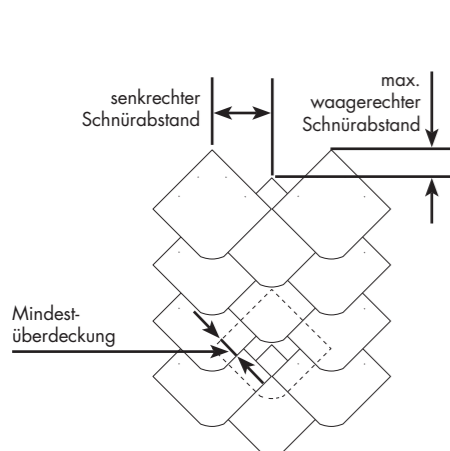
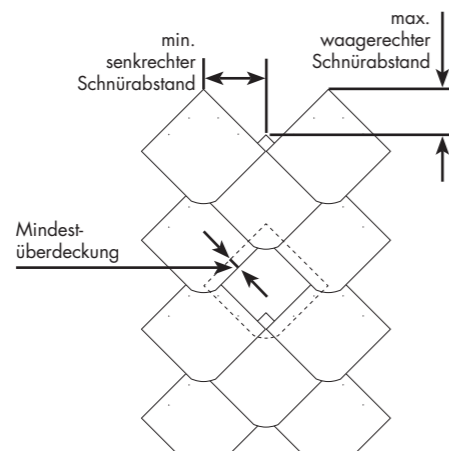
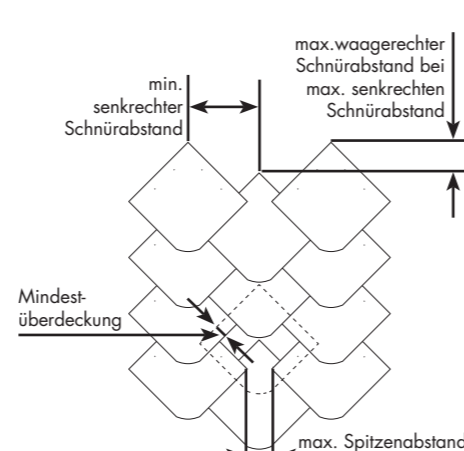

Abbildung 14
Abbildung 15a
Abbildung 15b
- 3.1 Die **UNIGENIAL** Deckung mit Rundbogen Schablonen wird so ausgeführt, dass die Decksteine im halben Verband verlegt werden und die abgerundeten Ecken nach unten zeigen (Abb. 14, 15a und 15b).
- 3.4 Bei Dachdeckungen stoßen die Spitzen immer zusammen (s. senkrechter Schnürabstand Abb. 14). Der maximale waagerechte Schnürabstand muss so gewählt werden, dass die rechtwinklig zur Schieferkante gemessene Mindestüberdeckung nicht unterschritten wird (Abb. 14). Die Werte für die Mindestdachneigung, die Mindestüberdeckung, den waagerechten und den senkrechten Schnürabstand sowie den ca. Stückzahlbedarf pro m^2 entnehmen Sie bitte der Tabelle 13. Bei Außenwandbekleidungen sind sowohl der waagerechte als auch der senkrechte Schnürabstand innerhalb gewisser Toleranzen variabel. Auf die Mindestüberdeckung (rechtwinklig zur Schieferkante gemessen) ist zu achten (Abb. 15a und 15b). Die Werte für die Mindestüberdeckung, den waagerechten und den senkrechten Schnürabstand **bei maximalem waagerechten Schnürabstand** (Abb. 15a) sowie den entsprechenden ca. Stückzahlbedarf pro m^2 entnehmen Sie bitte der Tabelle 14. Die Werte für die Mindestüberdeckung, den waagerechten und den senkrechten Schnürabstand **bei maximalem senkrechten Schnürabstand** (Abb. 15b) sowie den entsprechenden ca. Stückzahlbedarf pro m^2 entnehmen Sie bitte der Tabelle 15.